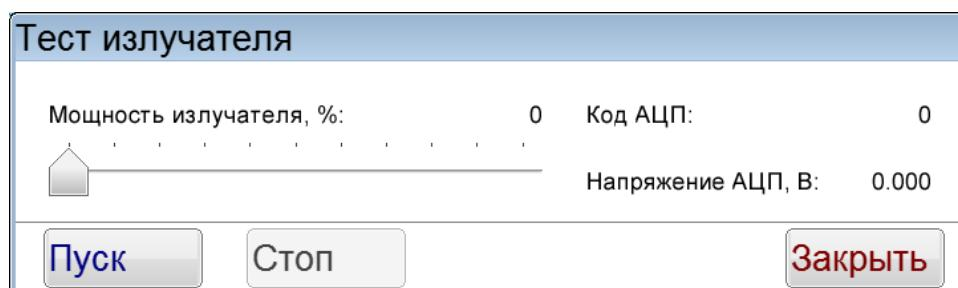

Рисунок 60 – Окно «Тест излучателя»
A.9.5 В случае нажатия кнопки [Тест излучателя] открывается окно «Тест излучателя» (рисунок 60).